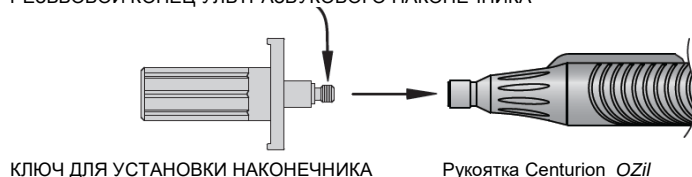

Рисунок 3-1 Сборка ультразвуковой наконечник/ключ
1. Прикрутите ультразвуковой наконечник на ультразвуковую рукоятку (см. рисунок 3-1). Прочно затяните, используя ключ для установки ультразвукового наконечника. Удалите ключ для аспирационных наконечников и сохраните его для последующего снятия наконечника. Если наконечник прикручен слабо, может появиться предупреждающее сообщение и (или) это может привести к неправильной настройке.
2. Проверьте соответствие цветовой кодировки для ультразвукового наконечника и соответствующего ему ирригационного слива (смотрите Таблицу 3-1). Конец магистрали должен оставлять свободным ультразвуковой наконечник на 1-2 мм (см. рисунок 3-1). Ориентируйте расположение портов как показано. Избегайте перекручивания ирригационного слива.